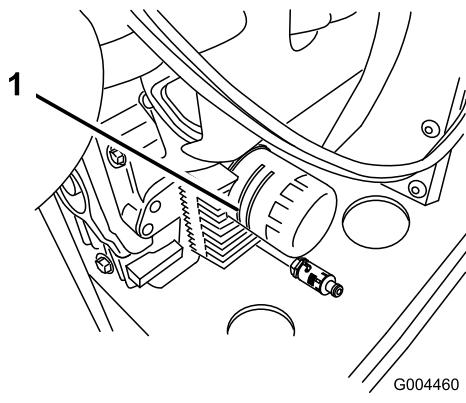

Figure 35
2. Déposez le filtre à huile usagé et essuyez la surface du joint de l'adaptateur (Figure 35).